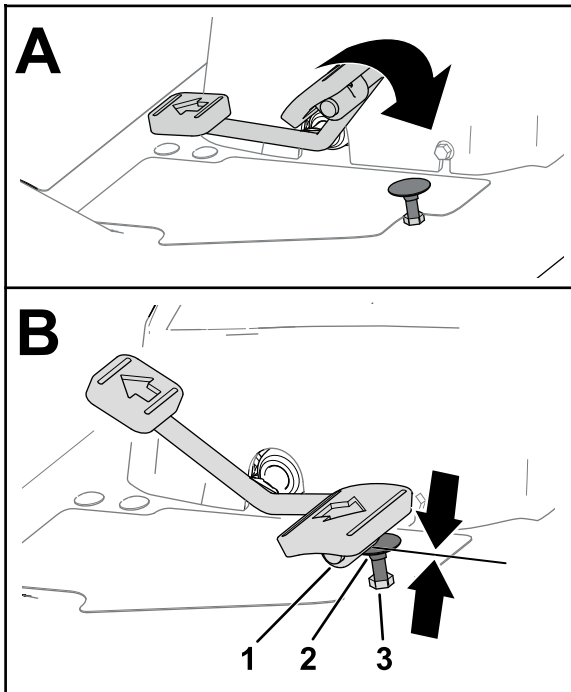
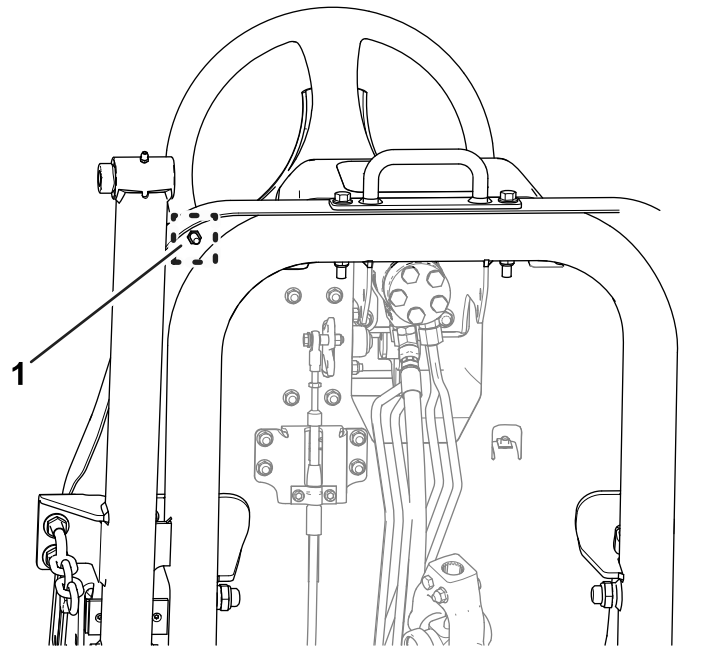

Figura 81
Figura 82
1. Mova o pedal de tração completamente para a frente (Figura 81).
- A. Segure no batente do pedal de tração (Figura 81) com uma chave.
- B. Desaperte a porca de retenção na parte inferior da placa do apoio de pé (Figura 82).
- C. Mova o pedal de tração para a posição de marcha (Figura 81).
- D. Enquanto pressiona o batente do pedal de tração, ajuste a porca de retenção que está acima da placa do apoio de pé (Figura 81) até que o pedal de tração toque no batente.
- F. Enquanto segura o batente do pedal de tração, aperte a porca de retenção na parte inferior da placa do apoio de pé (Figura 81 e Figura 82) com uma força de 37 a 45 N·m.